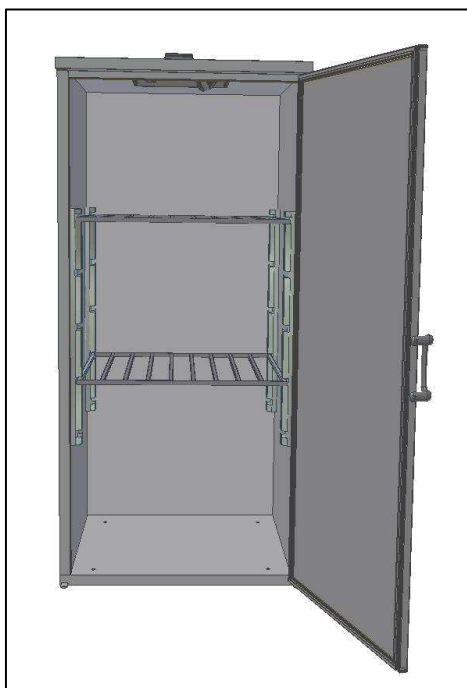
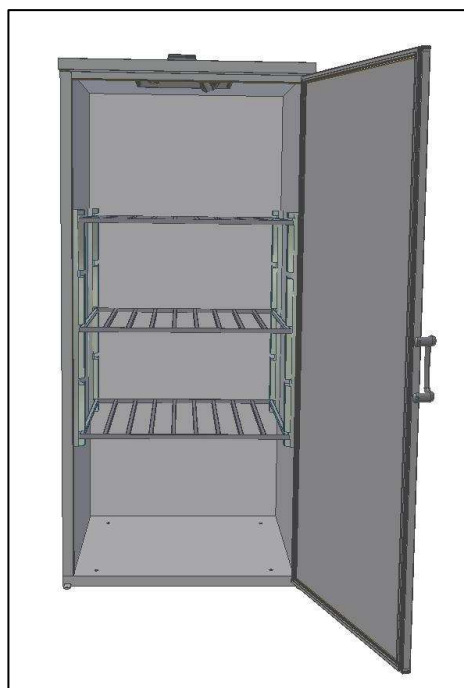

Fig. 14
Fig. 15
- Colocar **grelhas** no interior do armário. Armário 1850 (Fig.14), Armário 2000 (Fig. 15);